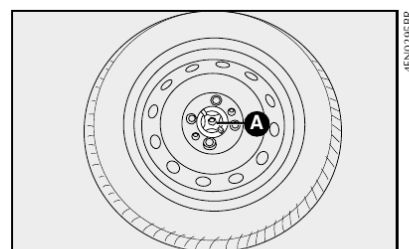

fig. 23
- Fixar a roda com o dispositivo de bloqueio **A-fig. 23**.